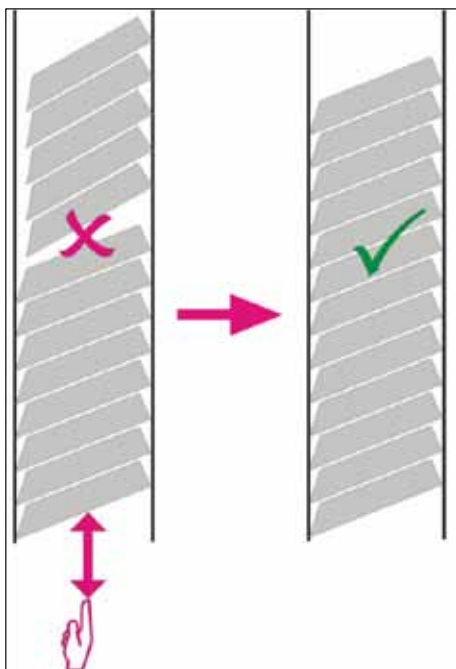

Fig. 29
✓ Le cassette dovrebbero essere allineate correttamente nel caricatore (→ "Fig. 29").
- Se si utilizzano cassette con nastro, verificare che la pila appena inserita sia perfettamente allineata con le cassette precedentemente caricate (→ "Fig. 29").